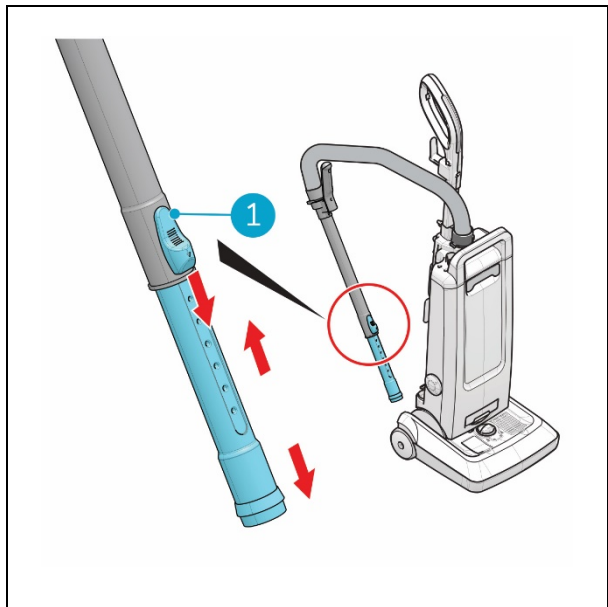

Figura 18
1. Empurre o botão deslizante preto (Figura 18, posição 1) para baixo e mantenha-o premido.